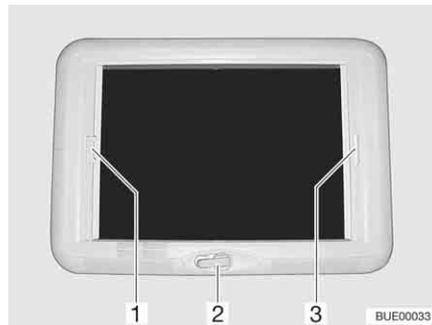

Fig. 90 Claraboya de manivela
- Abrir:* ■ Girar la manivela (Fig. 90,2) hasta que se note resistencia (ángulo de apertura máx. 70°).
- Cerrar:* ■ Tirar del asidero (Fig. 90,3) del estor plegable y soltarlo en la posición deseada. El estor plegable se queda fijo en esta posición.
- Tirar del asidero (Fig. 90,1) de la protección contra insectos hacia el asidero opuesto del estor plegable (Fig. 90,3) y hacerlos engatillar.
- Presionar el tirador de la protección contra insectos (Fig. 90,1) por la parte de atrás hacia arriba y desengancharla del estor plegable (Fig. 90,3).